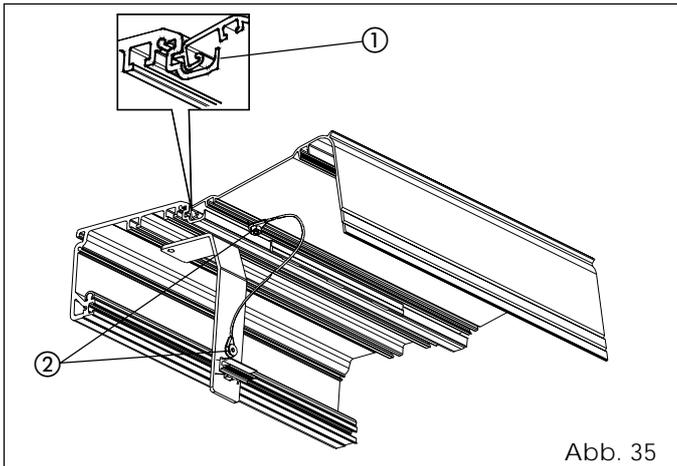

Abb. 35
- Die Abdeckung anheben, um sie offen zu halten, und zum Profil hin drücken, bis der Metallvorsprung in das Profil einrastet (Abb. 35 - Bez. ①).
- Die Kabel der Fallschutzvorrichtung an der Abdeckung und an den Bügeln zur Befestigung der Abdeckung gemäß Abb. 35 - Bez. ② befestigen.